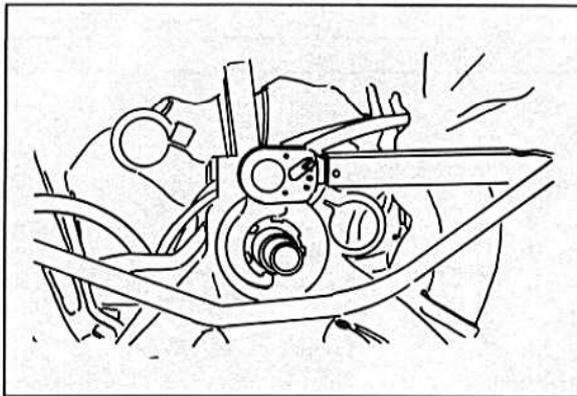

Bild 363
- Die Nutmutter wieder mit 3 Nm festziehen (Bild 363).